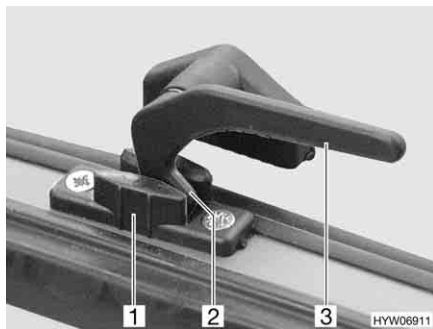

Bild 48 Låsarm i läget "kontinuerlig vädning"
- I läget "kontinuerlig vädning" (Bild 48)
- Sväng låsarmen (Bild 48,3) ett kvarts varv mot fönstrets mitt.
- Vrid tillbaka låsarmen. Därvid måste låsspaken (Bild 48,2) föras in i spåret på fönsterlåset (Bild 48,1).